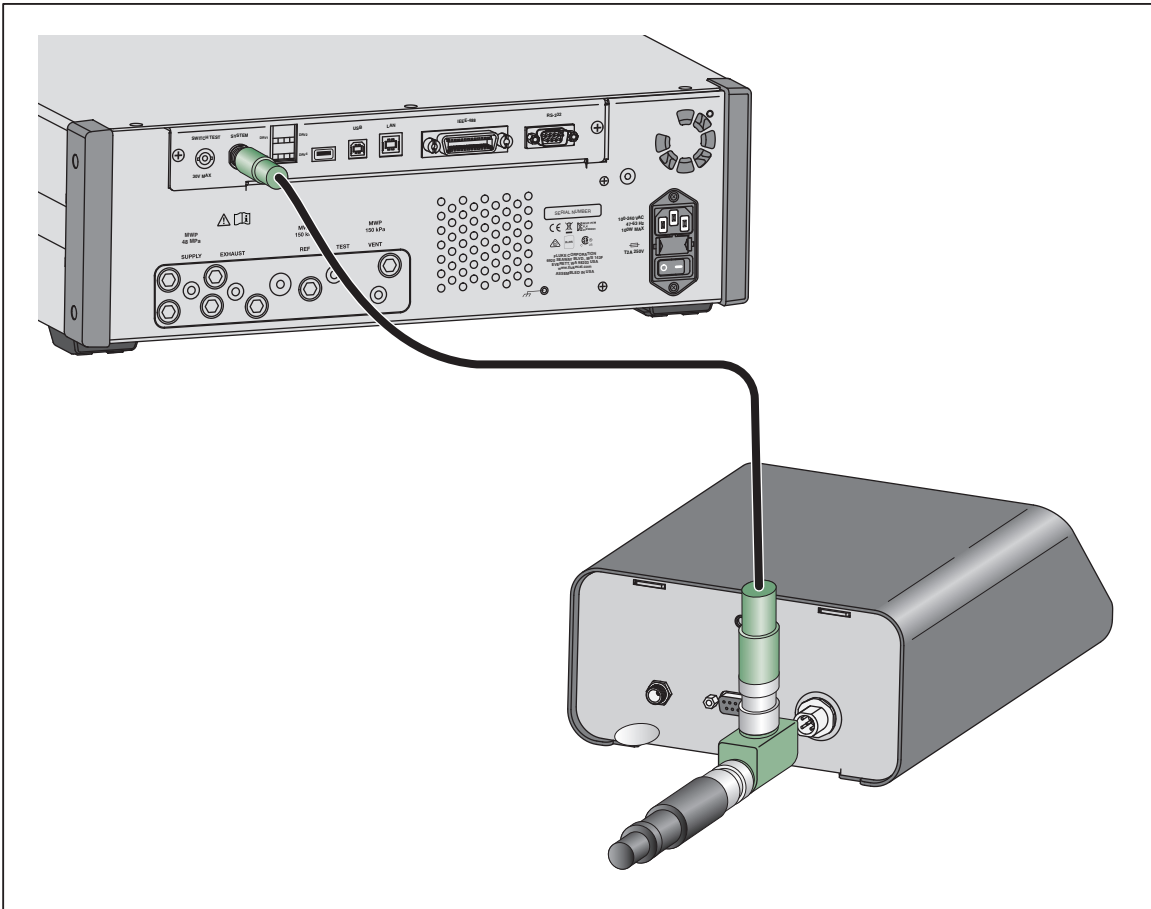

图 2.控制器接头
1. 将 CAN 总线电缆连接到坞站，然后连接至位于压力控制器后面板上的 CAN 总线连接器。请参阅图 2。